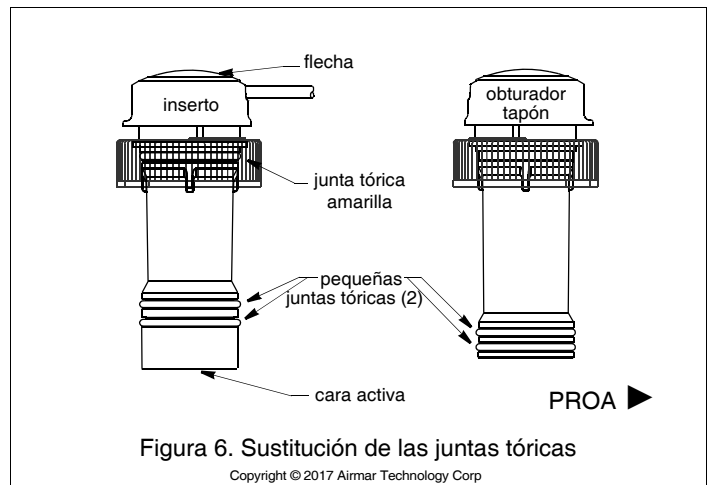

Figura 6. Sustitución de las juntas tóricas
1. Las juntas tóricas deben estar intactas y bien lubricadas para resultar estancas. En el tapón obturador, revise las juntas tóricas (cámbielas según sea necesario) y lubríquelas con el lubricante de silicona que se incluye o con vaselina (Figura 6).
Las incrustaciones marinas afectan seriamente al funcionamiento del inserto ultrasónico. Limpie la cara activa con una espátula roma, con cuidado de no rayar la superficie (Figura 6). Si las incrustaciones son muy abundantes, lije ligeramente en húmedo con papel de lija de grano fino (320) húmedo/seco.
Para mantener la estanqueidad, las juntas tóricas deben estar exentas de abrasiones y cortes. Coloque las juntas tóricas en el inserto ultrasónico como se muestra (Figura 6). Las juntas tóricas restantes se sitúan en posiciones similares en el tapón obturador.